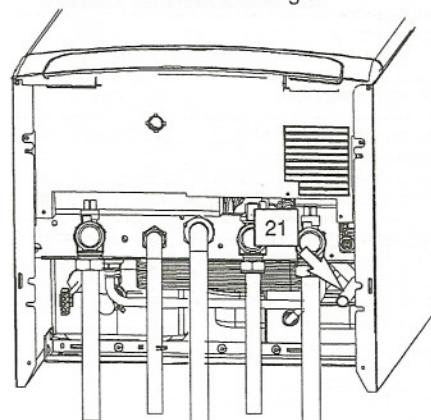

fig. 5.4
- Conectar la descarga de la válvula de seguridad 21 en la fig. 5.4 a un cono de desagüe.